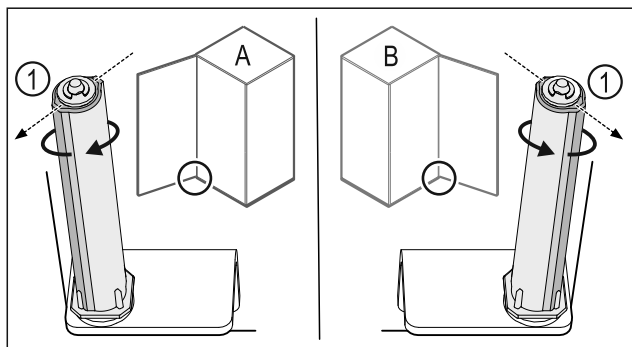

Fig. 45 Okretanje nalijevo (A) / okretanje nadesno (B)
- ▶ Okrećite sustav zatvaranja do kraja dok lamela sustava zatvaranja Fig. 45 (1) ne bude usmjerena prema van.